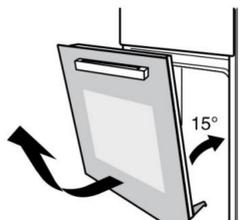

Рисунок 2
- Прикройте дверцу, оставив щель приблизительно 15 градусов, потяните за дверцу и осторожно отсоедините ее от духового шкафа (см. рис. 2).